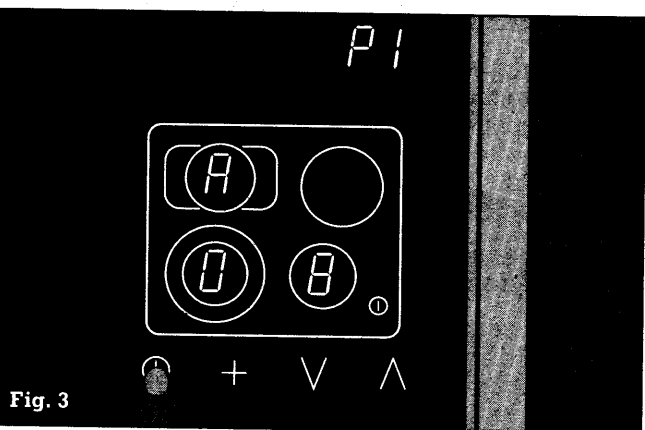

Fig. 3
- Pour enregistrer la valeur, effleurez le symbole Minuterie **⊙**. Un signal sonore se fait entendre et **P1** reste allumé (fig. 3).